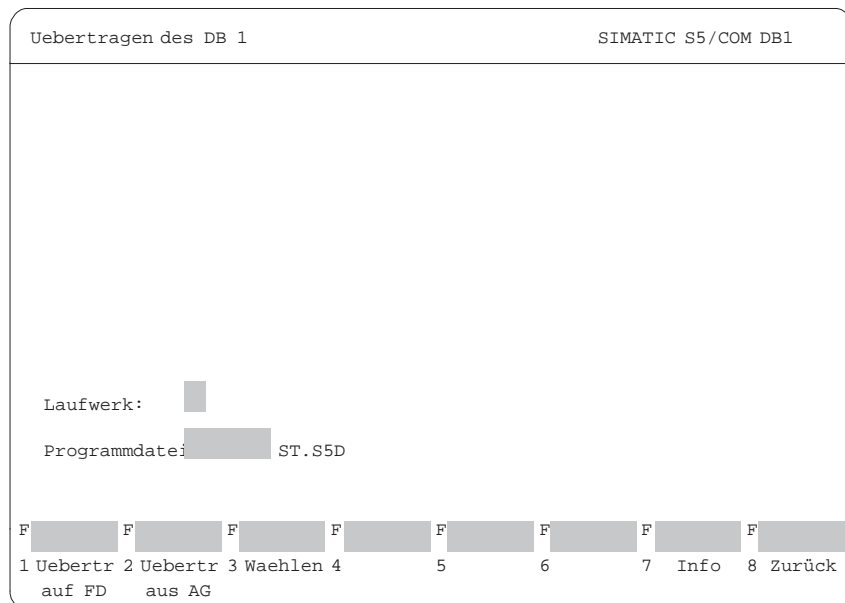

Bild 23-18 COM DB1-Maske *Übertragen des DB1*; *Uebertr ins AG* anwählen
1. Drücken Sie in der Maske *Uebersichtstabelle* (→ Bild 23-18) Taste **F3 DB1 Uebertr.**